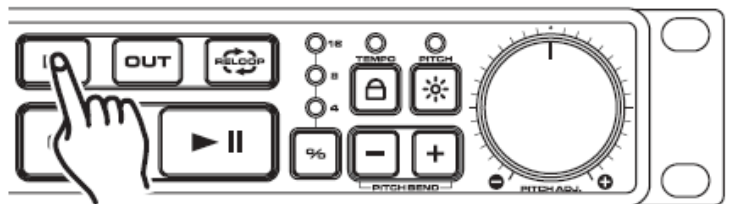

Figure 12
Un point de Cue est le point précis auquel va commencer la lecture quand vous appuyez sur le bouton PLAY/PAUSE (14). Vous pouvez définir un point de Cue à n'importe quel endroit d'une piste. Il existe deux manières de créer et définir un point de Cue comme indiqué en figure 12 et 13.
1) Vous pouvez appuyer sur le bouton IN (8) « on the fly » (à la volée : quand la carte SD est insérée). Cela va définir un point de Cue sans interrompre la lecture. Appuyer sur le bouton CUE (15) va vous faire revenir au même point que lorsque vous avez appuyé sur le bouton IN (8).